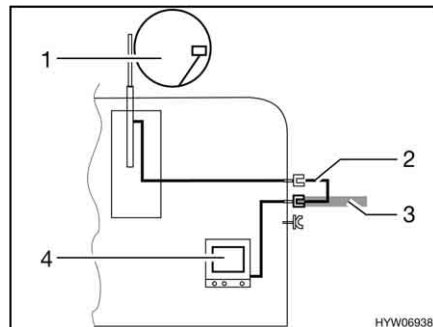

Fig. 174 TV nel veicolo
- TV nel veicolo (Fig. 174,4): Collegamento all'antenna del tetto (Fig. 174,1) con cavo di collegamento (Fig. 174,2)
- TV nel veicolo (Fig. 174,4): Collegamento a antenna esterna (Fig. 174,3)